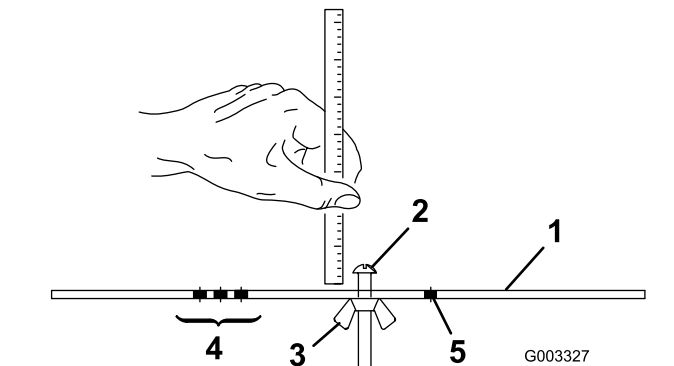

图16
- 2. 松开调刀尺（图16）上的螺母，并将调节螺丝设定为所需的剪草高度。